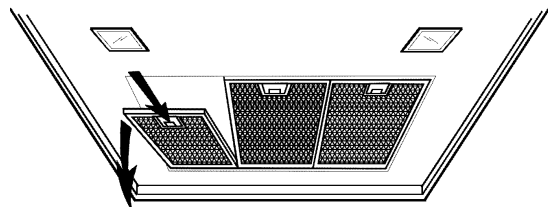

fig.4
2. Poussez les arrêts vers l'intérieur de la hotte et tirez les filtres vers le bas (fig. 4).
2. Retirez les filtres métalliques (fig. 4).